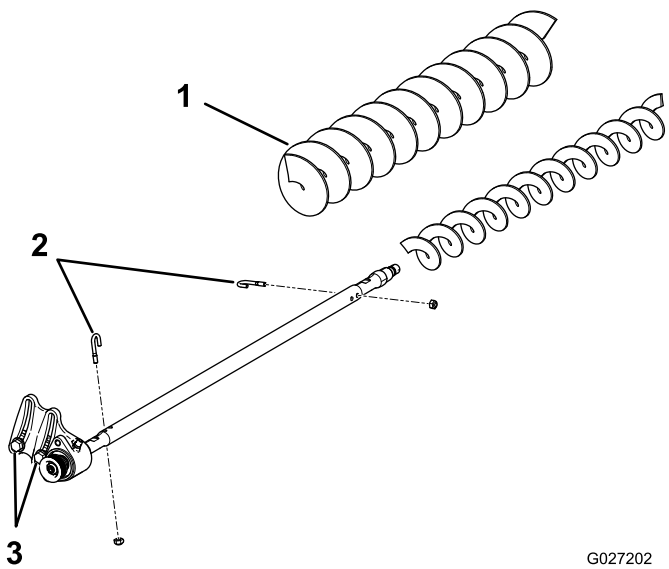

Bild 19
3. Entfernen Sie die zwei J-Schrauben und Muttern (Bild 19).
4. Schieben Sie die vorhandene Bürste von der Bürstenwelle (Bild 19).
5. Lösen Sie die zwei Schrauben, Scheiben und Muttern, mit denen das Antriebslagergehäuse an der Befestigungshalterung des Lagergehäuses befestigt ist (Bild 19).
6. Schieben Sie die Bürste für hohe Schnitthöhe auf die Bürstenwelle (Bild 19).
7. Klemmen Sie die Bürste mit zwei J-Schrauben und Muttern, die Sie vorher entfernt haben, auf die Welle (Bild 19).